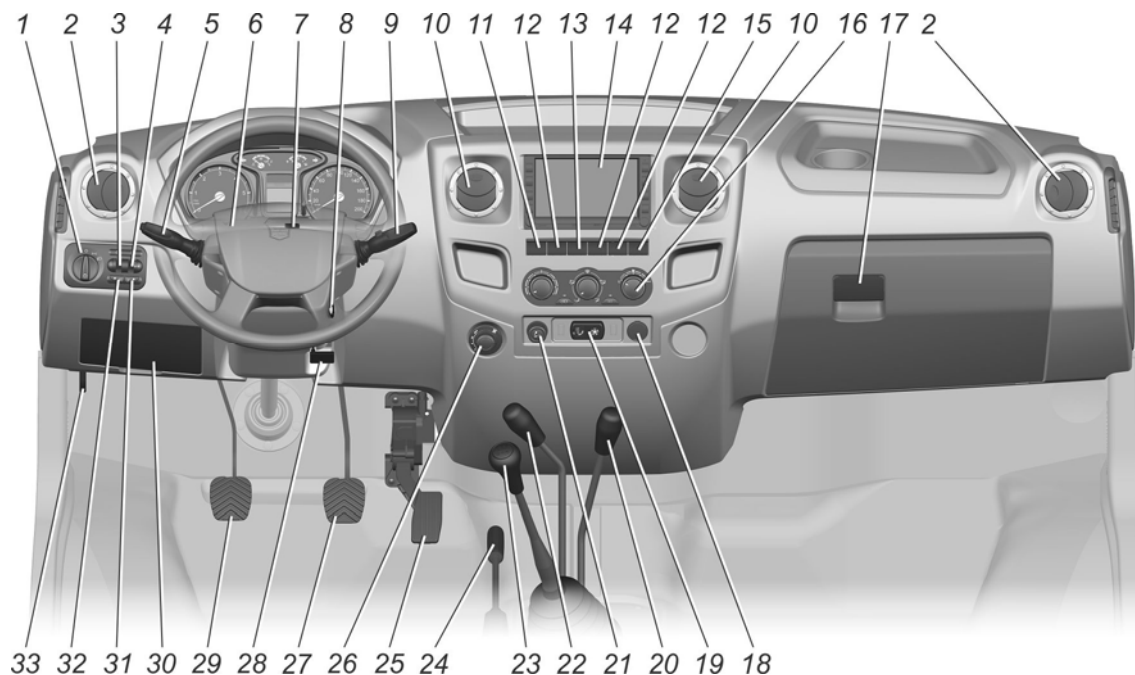

Рис. 5.12. Панель приборов и органы управления
*Расположение органов управления автомобиля показано на рис. 5.12.*